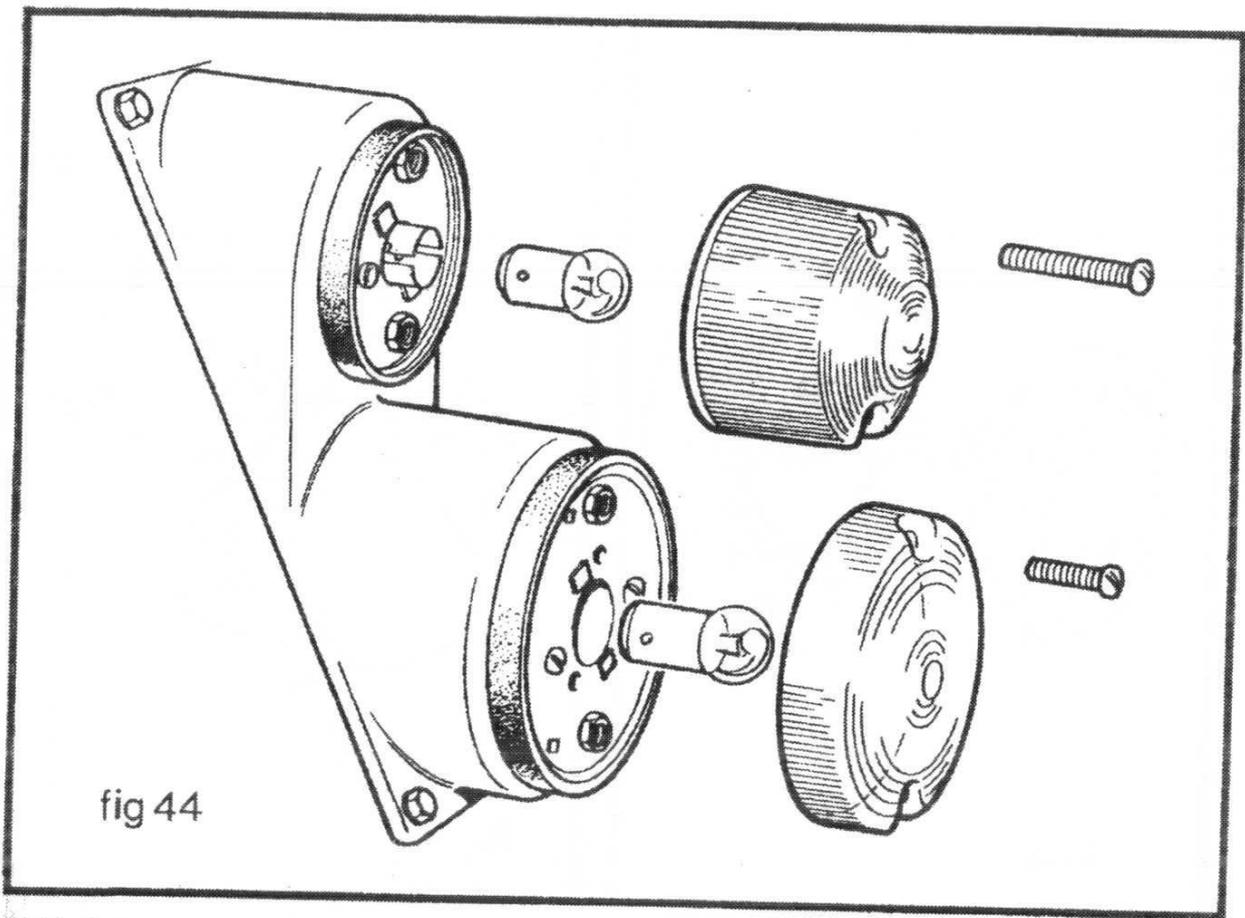

fig 44
- 5) Clignotants et feux latéraux (fig. 44) -
- 6) Prise pour remorque (fig. 44 A) -